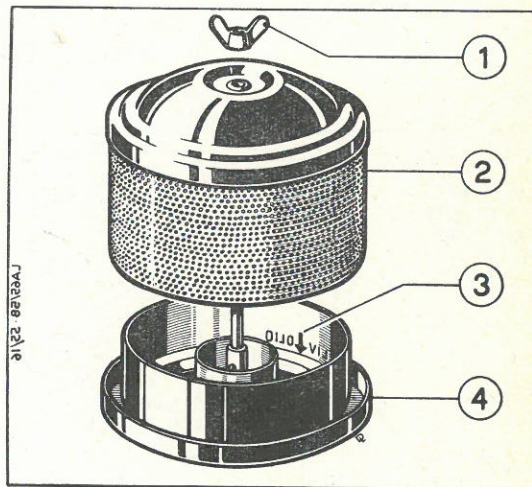

Fig. 2 - SMONTAGGIO DEL FILTRO ARIA
**PULIZIA DEL FILTRO ARIA** (Fig. 2) — L'elemento filtrante 2) è formato da due filtri distinti: una massa di paglia d'alluminio contenuta nella parte centrale, e una lamiera forata disposta esternamente alla scatola. Questa ha il compito di trattenere le impurità più grosse (pagliuzze, foglie o frammenti d'erba in genere) che possono depositarsi su di essa. **E' necessario pertanto sorvegliare sempre il filtro e togliere spesso, anche con le sole mani, tutte quelle impurità che vanno ad ostruire il passaggio dell'aria.**